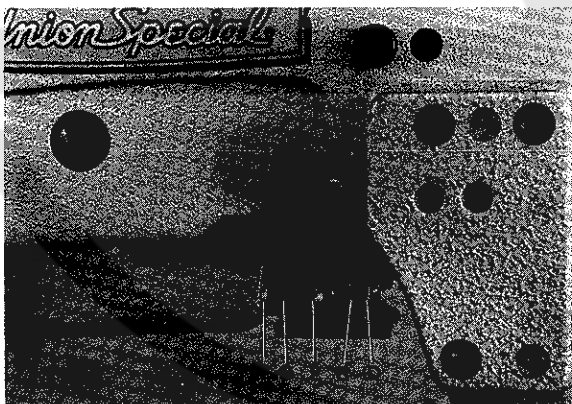
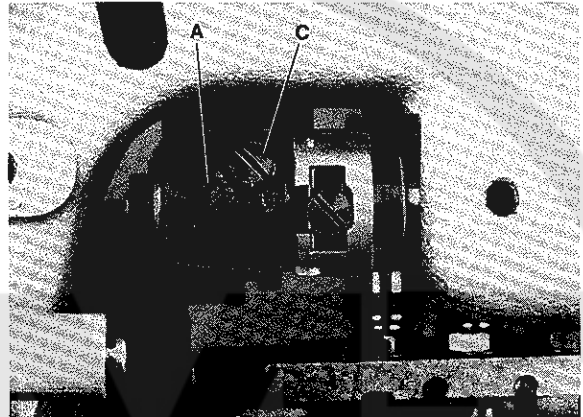

Fig.12
Fig.11
The ball bearing grease for the needle bearings (A, Fig. 11 and B, Fig. 12) of the spreader drive has to be renewed every six months. The front needle bearing can be greased after removing the guard and turning out screw (C, Fig. 11). The two rear needle bearings can be greased after removing retaining ring (D, Fig. 12) loosening screw (E) and pressing out link stud (F). Reassemble all parts carefully.
Das Wälzlagerfett der Nadellager (A, Fig. 11 und B, Fig. 12) für den Legerantrieb muß alle 6 Monate erneuert werden. Das vordere Nadellager kann nach Entfernen des Schutzbleches und Herausdrehen der Schraube (C, Fig. 11) gefettet werden. Die beiden hinteren Nadellager können nach entfernen der Sicherungsscheibe (D, Fig. 12), lösen der Schraube (E) und herausdrücken des Gelenkbolzens (F) gefettet werden. Montieren Sie alle Teile wieder sorgfältig.